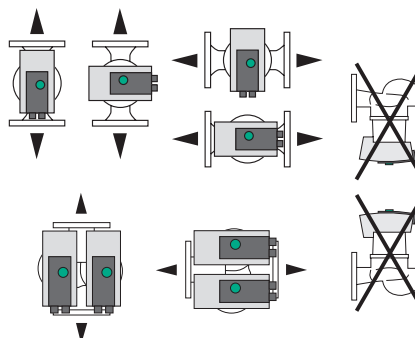

Fig. 7: Zulässige Einbaulagen
1. Zulässige Einbaulagen prüfen → Fig. 2 / Fig. 7.